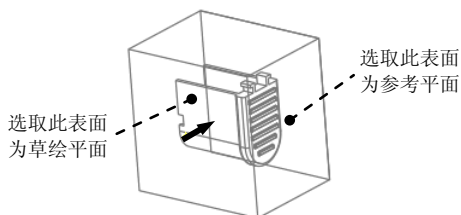

图 9.24 定义草绘平面
(1) 选择命令。单击 **编辑模具体积块** 功能选项卡 **形状** 区域中的 **拉伸** 按钮 ，此时系统弹出“拉伸”操控板。
(2) 定义草绘截面放置属性。在图形区右击，从系统弹出的菜单中选择 **定义内部草绘...** 命令；在系统 **选择一个平面或曲面以定义草绘平面** 的提示下，选取图 9.24 所示的坯料表面为草绘平面，
箭头方向为草绘视图方向，然后选取图 9.24 所示的坯料侧面为参考平面，方向为 **右**，然后单击 **草绘** 按钮。